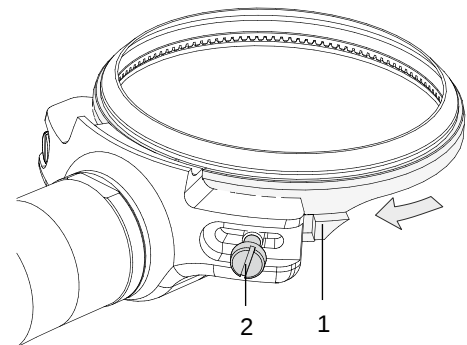
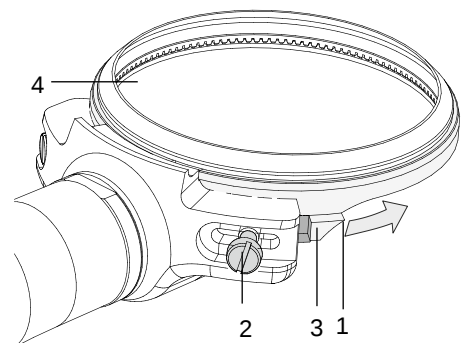

Abb. 7.5 – Klingenspiel einstellen (1)
Abb. 7.6 – Klingenspiel einstellen (2)
- 5) Messeraufnahme (1) mit einer Hand leicht zusammendrücken und halten, s. Abb. 7.5.
- 6) Schraube (2) mit der anderen Hand leicht eindrehen bis die Messeraufnahme in Position bleibt.
- 7) Schraubendreher an Spalt (3) zwischen Gehäuse und Messeraufnahme (1) ansetzen und mit Schraube (2) Messeraufnahme leicht öffnen, bis sich die Klinge (4) über den vollständigen Drehwinkel leicht bewegen lässt, s. Abb. 7.6.
- 8) Schraube (2) anziehen, s. Abb. 7.6.